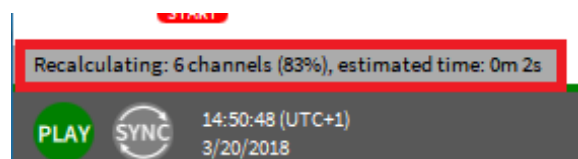

Abb. 7.177: Fortschrittsindikator für offline Mathematik
- Ein Fortschrittsindikator informiert über den aktuellen Status der Berechnung (siehe Abb. 7.177) und enthält Informationen über die Anzahl der berechneten Kanäle, Fortschritt in Prozent und verbleibende Berechnungszeit: